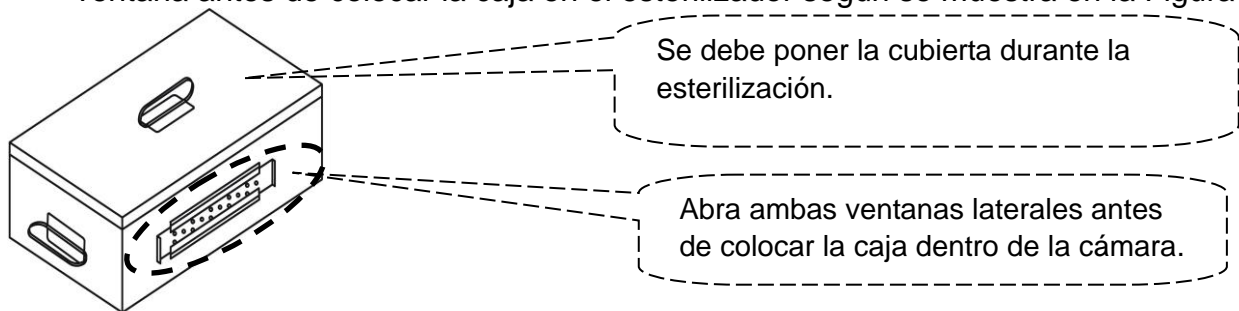

Figura 39
- D. Coloque los artículos que se van a esterilizar y las tiras indicadoras de esterilización (o indicador biológico) en la caja según lo requerido. Recuerde abrir ambos lados de la ventana antes de colocar la caja en el esterilizador según se muestra en la Figura 39.